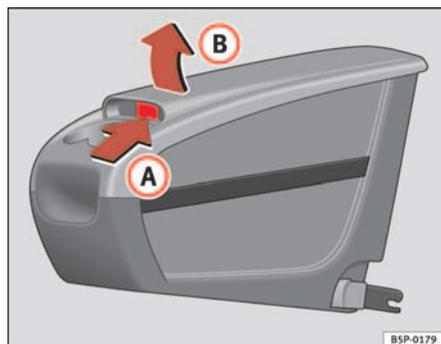

Fig. 111 Portaobjetos móvil. Apertura
- Levante la tapa **(B)**, por la zona **(A)** ⇒ fig. 111.